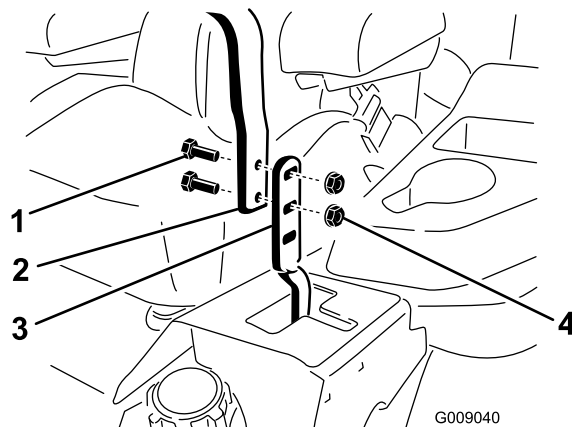

Bild 74
3. Lösen Sie die Schrauben und die Bundmuttern, die in den Hebeln installiert sind (Bild 74).